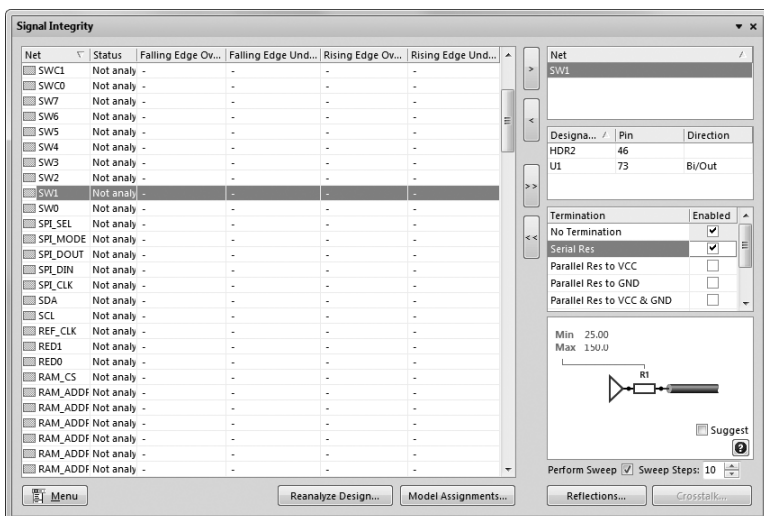
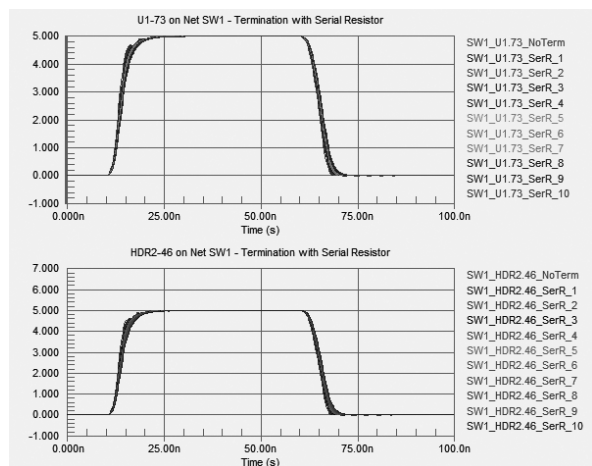

图 13-41 串阻补偿分析
图 13-42 “Serial Res” 终端补偿波形
(5) 在“Termination”（端接方式）栏中，选择“Serial Res”（串阻补偿），如图 13-41 所示。然后单击“Reflections”（显示）按钮，显示波形结果如图 13-42 所示。